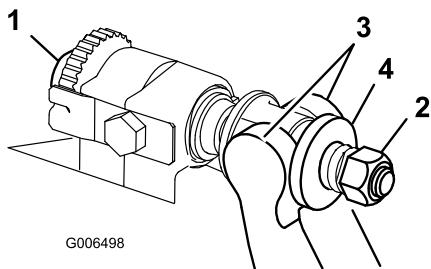

Figura 25
- Gire el tornillo de ajuste de la barra de asiento, en el sentido contrario a las agujas del reloj, para alejar la contracuchilla del molinete (Figura 25).
- Afloje la tuerca de tensado del muelle hasta que el muelle deje de presionar la arandela contra la barra de asiento (Figura 25).